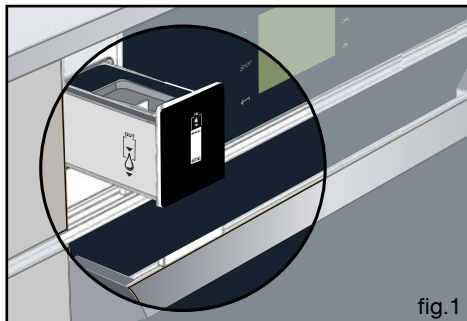

fig.1
Appuyez sur la touche  , le tiroir de remplissage sort (fig.1).
- Placez un récipient sous le tiroir afin de récupérer l'eau (fig.1).
- La pompe s'active en continu et l'eau s'évacue par l'orifice situé sous le tiroir (fig.1).